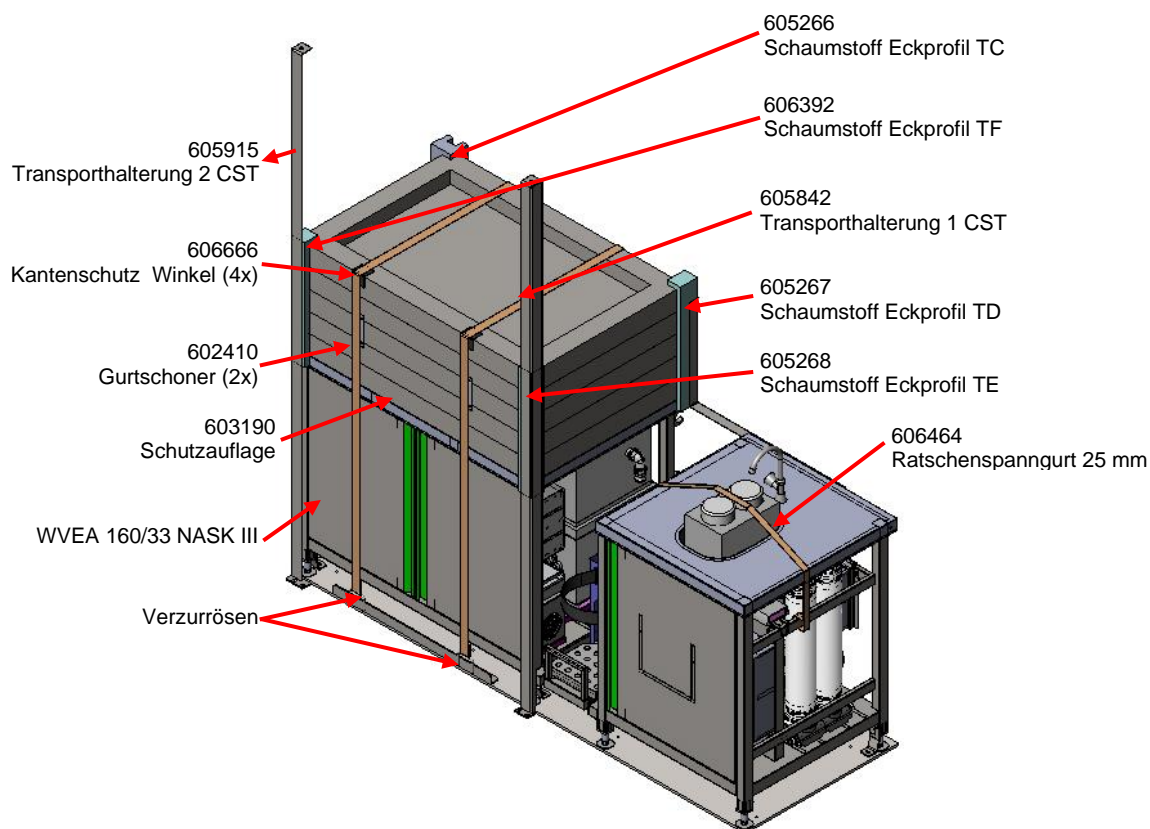

Abb. 10: Transportsicherung der Edelstahltische
- ◆ Positionieren Sie die vier Kantenschutz-Winkel (Art.-Nr. 606666) vorne und hinten an den Kanten des obersten Tisches (siehe Abb. 10:)